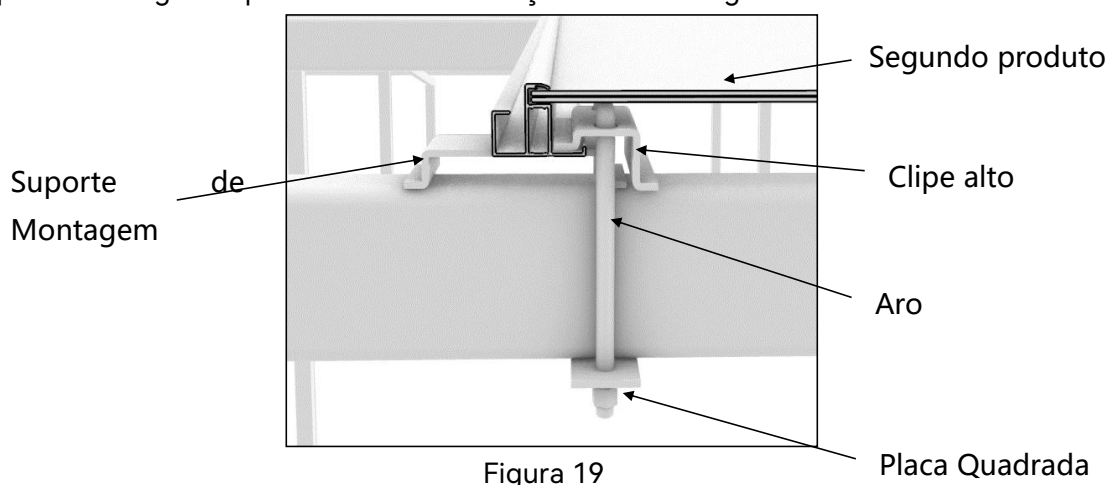

Figura 19
- ⑨ Consulte as etapas de instalação do primeiro produto e fixe o suporte de montagem na parte inferior esquerda do segundo produto. A vista da seção é como a Figura 19.